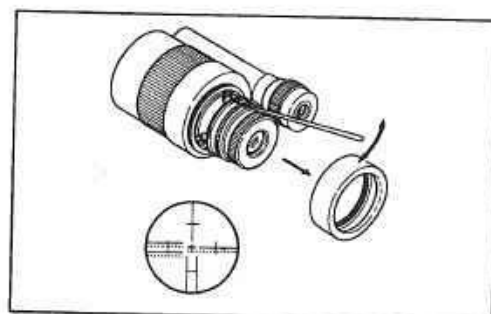

図62
- 3) 測定値aとbが違うときは、a、bの midpoint の位置に横十字線がくるように上下の十字線調整ねじで調整します。（図62）